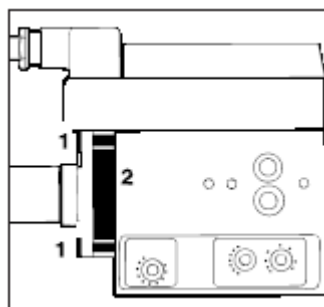

Fig. 29
- 2 aflojar los cuatro tornillos (1 in Fig. 29); desenroscando totalmente dos de ellos, según cuál sean las condiciones de espacio, extraer la unidad filtrante (2 in Fig. 29)